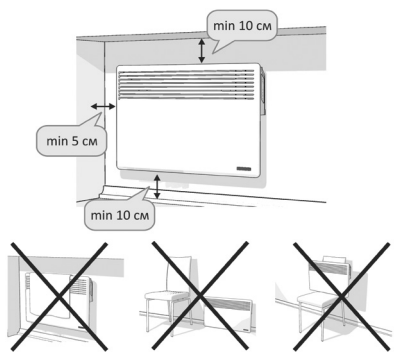

Рис. 2
1. Установить высоту от пола до нижней части конвектора не менее 100 мм (см.рис. 2). При установке конвектора на стену необходимо также соблюдать минимальные расстояния от предметов (см. рис.2).